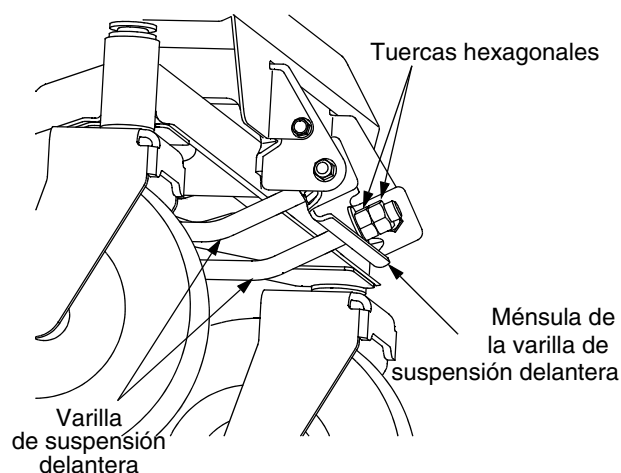

Figura 38
- Ubicado delante del tractor, afloje las tuercas exteriores de la varilla de suspensión de delantera de la plataforma y gírelas separándolas de las tuercas interiores. Vea Figura 38.
- Si la parte delantera de la plataforma estuviese demasiado baja, gire las tuercas hexagonales interiores en sentido de las agujas del reloj contra la ménsula de suspensión para acortar la varilla de suspensión delantera y levantar el frente de la plataforma. Vea Figura 38.